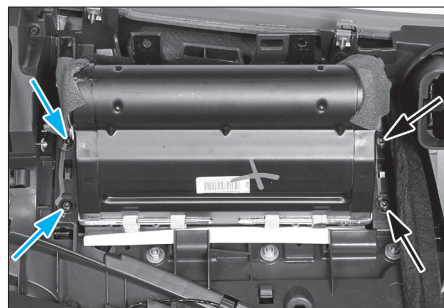

FIG. 8
- Déposer les fixations du module d'airbag (fig. 8).